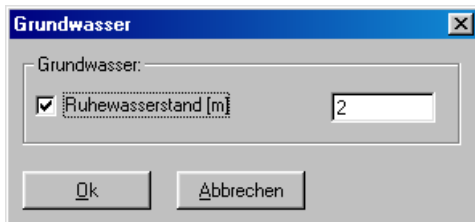

Bild 38 Menü "Tiefe des Ruhewasserstandes"
- Mit Doppelklick in: *Tiefe des Ruhewasserstandes* wird das Menü des Bild 38 aufgerufen.